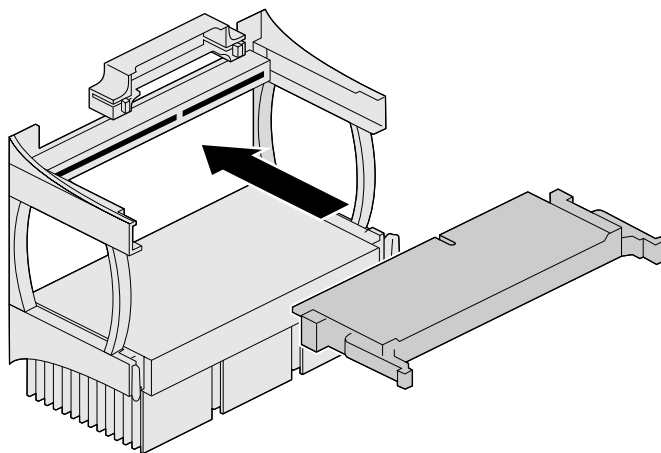

Figura 6-11 Installazione di un terminatore per processori
9. Se il processore è stato rimosso dallo slot in alto e non verrà sostituito, occorre installare la scheda del terminatore del processore, come illustrato nella Figura 6-11.